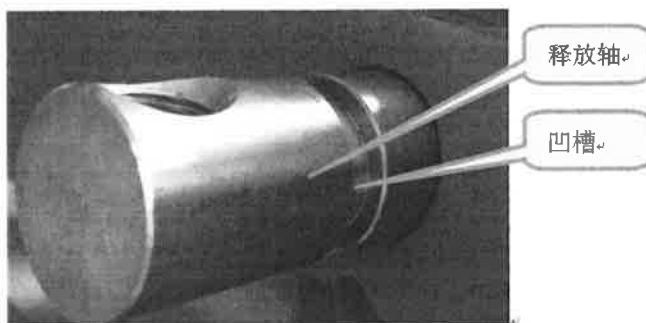

图 9-8
2) 拆掉释放轴，见图 9-8。
- 3) 装好释放轴和释放轴上下两侧的定位螺钉和紧固螺钉，释放轴下侧的紧固螺钉应拧入释放轴的凹槽（见图 9-8）中，释放轴下侧的紧固螺钉安装完成后，释放轴应能够左右旋转但不能拔出，释放轴上侧的定位螺钉应拧紧，拧紧后释放轴不能够左右转动。